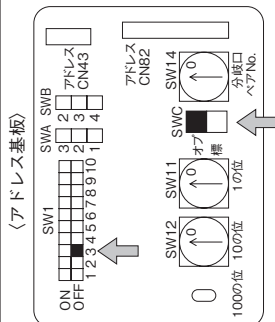

図3
②室内ユニットが上記以外の場合
- 室内ユニット本体のアドレス基板(図3)のスイッチ“SW1”の3番“OFF”側に設定してください。(工場出荷時はON側)
- ①室内ユニットがKA, JA, AA, BA タイプの場合
- ②室内ユニットが上記以外の場合
- 室内ユニット本体のアドレス基板(図3)のスイッチ“SWC”を「オプション」側に設定してください。(工場出荷時は「標準」)
- (2)フィルターサインの設定(リモコンに「フィルター」または「フィルター清掃」が点灯して清掃時期をお知らせします)。